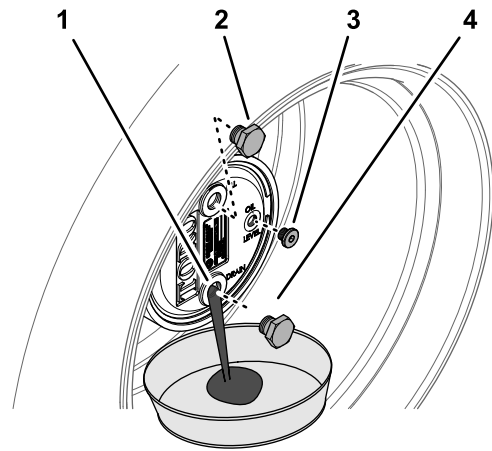

図 106
3. プラネタリハブの下にオイル回収容器を置き、6時の位置にあるドレンプラグを外してオイルを抜く図 106。
5. プラネタリハウジングのドレン穴にプラグを取り付ける図 106。
2. 補給プラグが時計の 12 時を指し、点検プラグが 3 時の位置を指すようにマシンを駐車する図 106。